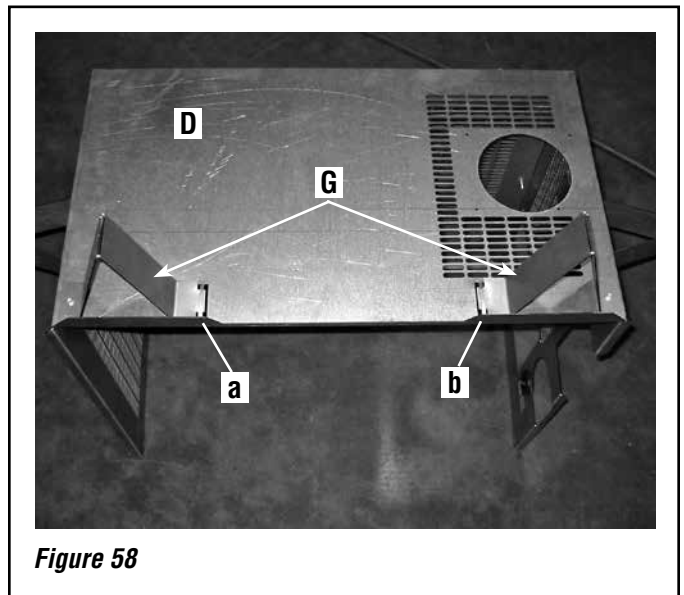
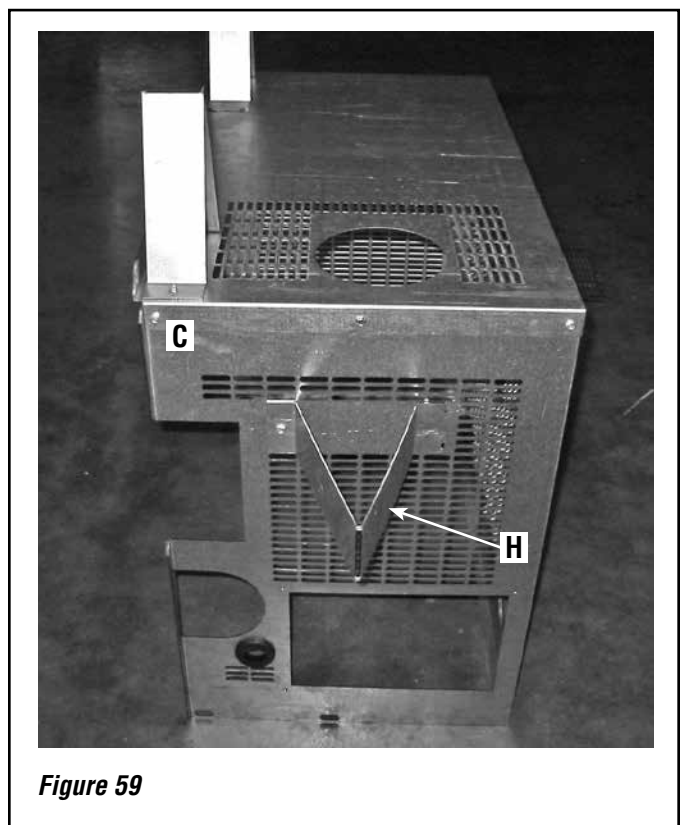

Figure 58
Figure 59
5. Installation des entretoises (G). Trois entretoises s'adaptent à la plaque supérieure D (voir **figure 58**). Saisir l'entretoise par la languette, puis l'insérer dans la fente et appuyer. Visser l'une des vis à tête fournies dans le trou prévu à cet effet. Une entretoise est également prévue sur chaque plaque latérale et sur la plaque arrière. La **figure 59** illustre l'entretoise montée sur la plaque latérale gauche C.
6. Installer les entretoises de côté (H) et arrière (I) tel qu'expliqué ci-dessus. La **figure 59** montre ces entretoises installés.